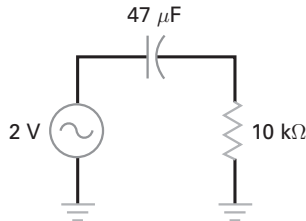

Figura 8-31
- 8-1** **MultiSim** Na Figura 8-31, Qual é o menor valor da frequência para que o capacitor de acoplamento funcione adequadamente?
- 8-2** **MultiSim** Se a resistência da carga mudar para 1 kΩ na Figura 8-31, qual é o valor da menor frequência para que haja um bom acoplamento?
- 8-3** **MultiSim** Se o capacitor mudar para 100 μF na Figura 8-31, qual é o valor da menor frequência para que haja um bom acoplamento?
- 8-4** Se a menor frequência de entrada na Figura 8-31 for de 100 Hz, qual é o valor necessário de C para que exista um bom acoplamento?
- 8-35** Suponha que alguém montou o circuito da Figura 8-31. Essa pessoa não pode entender por que uma tensão CC muito pequena está sendo medida no resistor de $10 \text{ k}\Omega$ quando a tensão da fonte é de 2 V com a frequência igual a zero. Você pode explicar o que está acontecendo?